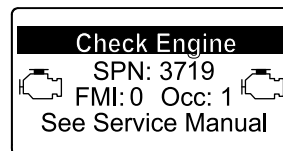

Figura 51
- Se for necessária uma regeneração de recuperação, o InfoCenter mostra o aviso do motor SPN 3719, FMI 16 (Figura 51) e o computador do motor reduz a potência do motor para 85%.